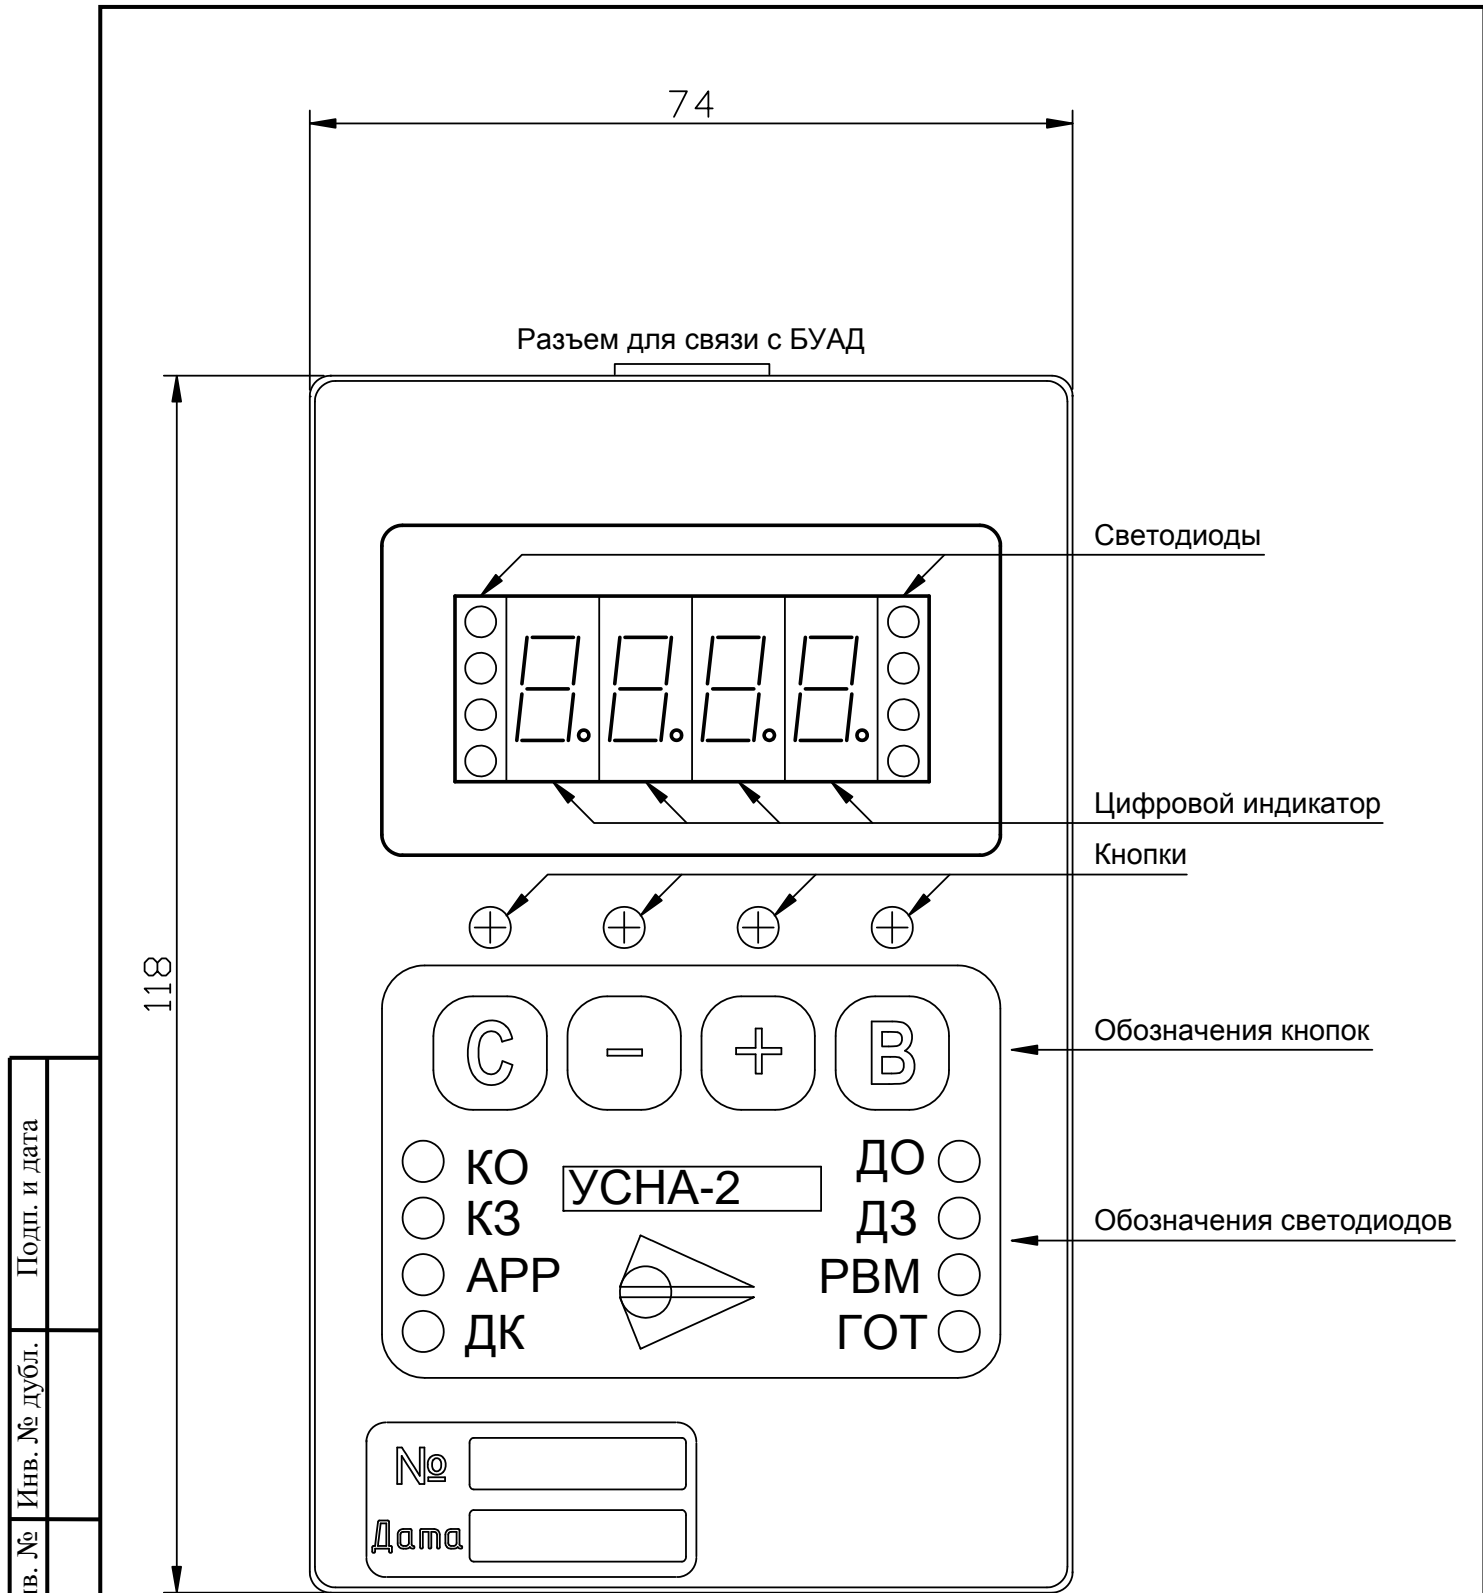

Рис.1. Внешний вид Устройства настройки УСНА, исполнение 1.
*Устройство* применяется для обмена информацией с БУАД посредством кабеля двустороннего последовательного обмена УСНА-БУАД, через который также осуществляется питание *Устройства*. Разъем для подключения кабеля к *Устройству* показан на **рис.1, 2**.
*Устройство* имеет два исполнения, отличающихся только корпусами (**рис.1, 2**).
Габаритные размеры *Устройства* приведены на **рис.1, 2**.
3.4.1. Панель управления *Устройства* (рис.1, 2) состоит из